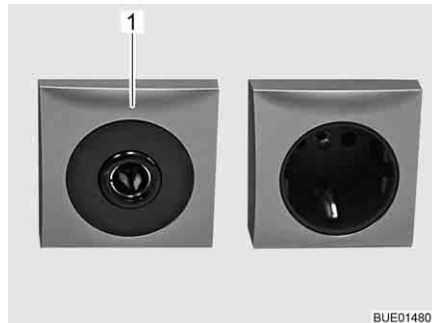

Bild 129 Eluttag 12 V/10 A
- ▷ Till 12 V-nätets eluttag (Bild 129,1) får endast apparater med maximalt 10 A anslutas.